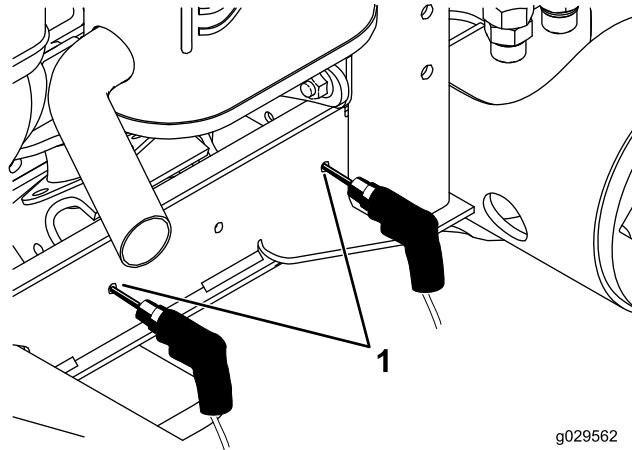

Рисунок 5
- Выверните болт и снимите гайку, с помощью которых хомут и узел крепления крыла присоединяются к раме (Рисунок 5).
- Просверлите 2 отверстия (диаметром 0,281 дюйма) в швейлере рамы (Рисунок 5) в местах, отмеченных при выполнении пункта 5.